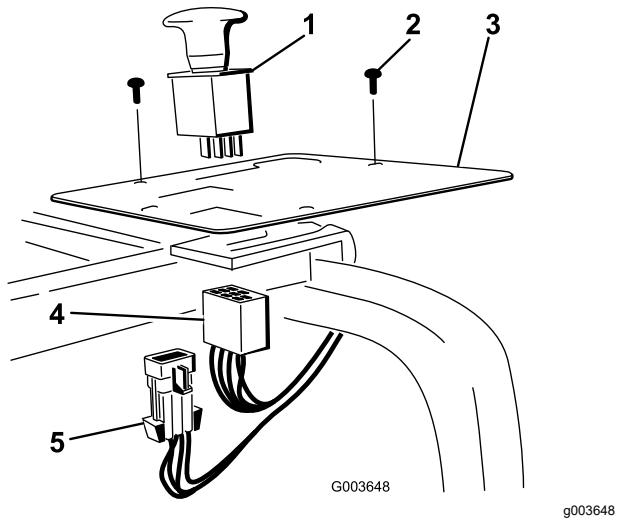

图 34
4. 将线束安装到控制面板内的开关上图 34。
| 6. 将主线束连接器安装到主线束上图 34。 |       |